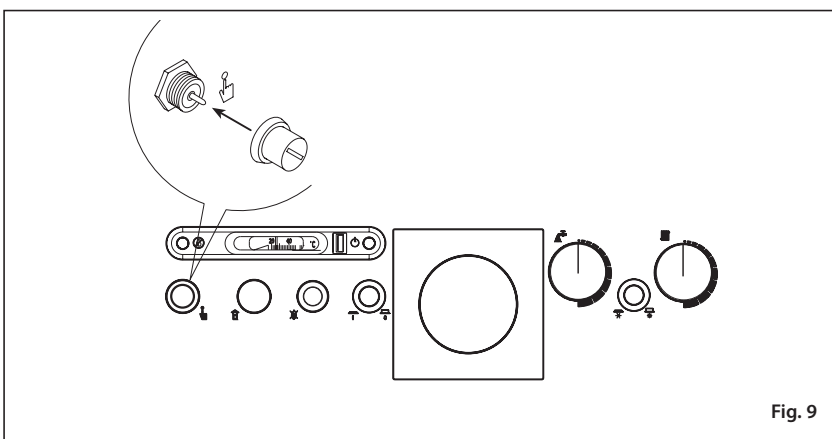

Fig. 9
3.2.3 Termostat de siguranță (fig. 9)